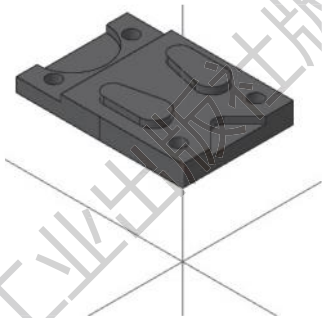

图 3-2 打开系统坐标系
1) 按 <F9> 键打开系统坐标系，如图 3-2 所示，发现零件图形偏离了系统坐标系原点一定的距离。为方便编程，必须移动零件图形上表面中心点到系统坐标系的中心，以完成工件坐标系（编程坐标系）的设定。